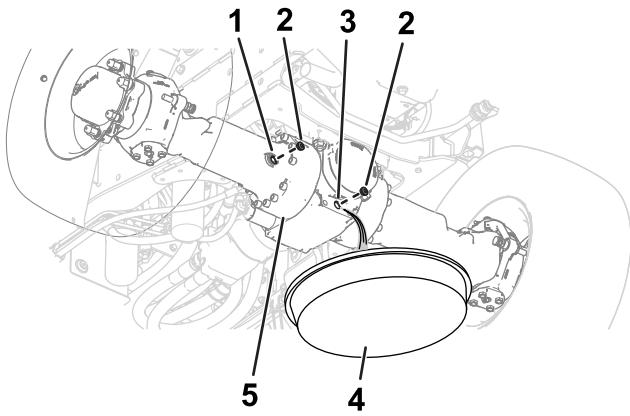
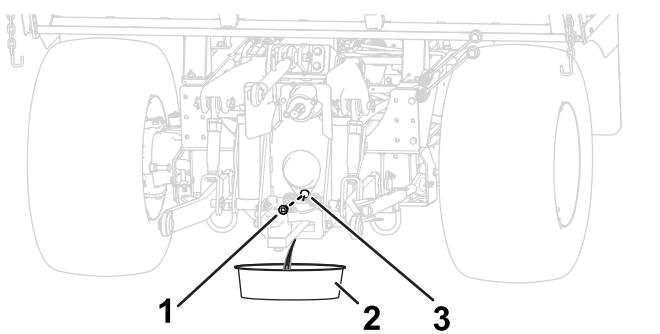

図 97
図 98
1. アクスルのデファレンシャルハウジングの下にドレンパンを置く図 97と図 98。
2. 目視点検ポートとドレンポートからプラグを抜き取る図 97と図 98。